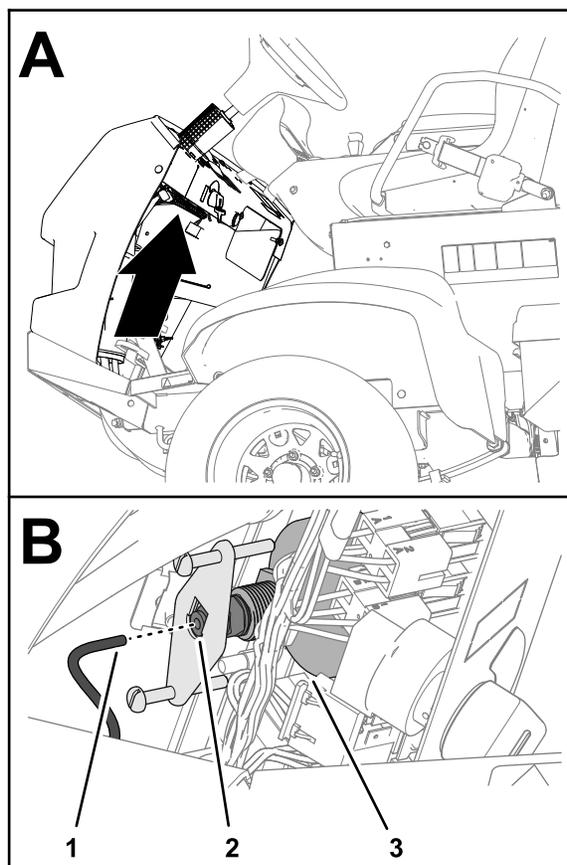

Bild 118
1. Stecken Sie das Manometerrohr in die Rohrkupplung auf der Rückseite des Manometers ein (Bild 118).